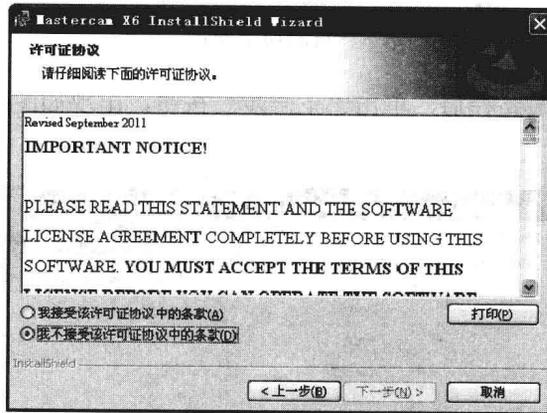

图 1-4 “许可证协议” 界面
STEP 04 单击“下一步”按钮，出现确认授权的“许可证协议”界面，如图 1-4 所示。